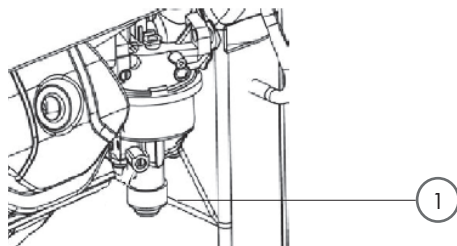

Рис. 15
2. Снять крышку топливного бака и сливную пробку (1) (рис. 15) с бачка карбюратора и слить топливо в подходящую ёмкость.